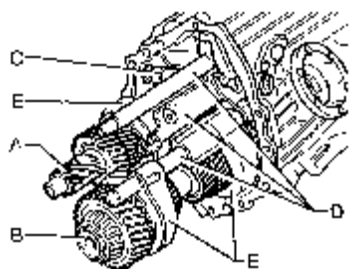

图 9-49 取出主从动轴及换挡杆
(9) 小心地把主动轴、从动轴、转向轴、带有换挡轴的换挡杆以及换挡拨叉一起拉出来，如图 9-49 所示。